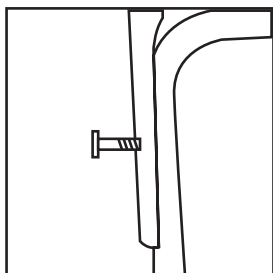

Рис. 3
2. Соедините нижнюю рукоятку и верхнюю рукоятку с помощью болтов, шайб и барашковых гаек (Рис. 3, 4, 5).